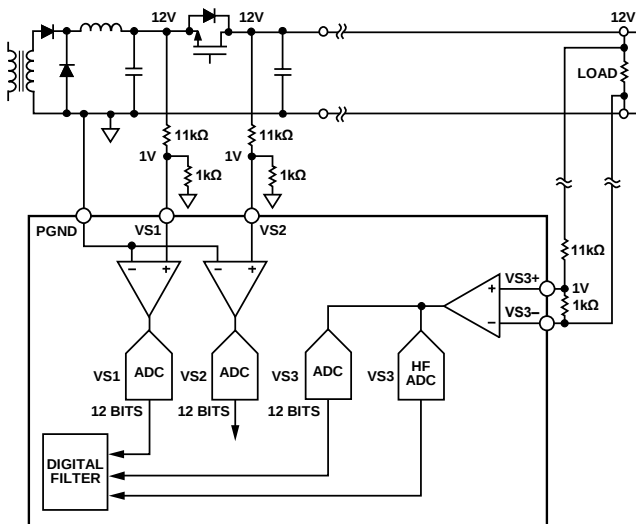

図 17. 電圧検出構成
VS1 は、LC 段の出力（OrFET の前段）で電源電圧のモニタリングと保護に使用されます。電源レール上の VS1 検出ポイントには、VS1 ピンでの公称入力電圧を 1V にする外付けの抵抗分圧器が必要です（図 17 参照）。抵抗分圧器は、VS1 ADC の入力範囲が 0V~1.6V（12 ビット測定値）であるため必要です。この分圧信号は内部で低速 Σ-Δ ADC に入力されます。VS1 ADC の出力は
VS2 は VS1 と組み合わせて使い、OrFET ゲート駆動のターンオンを制御します。電源レール上の VS2 検出ポイントには、VS2 ピンでの公称同相信号を 1V にする外付けの抵抗分圧器が必要です (図 17 参照)。
VS3± は、リモート負荷電圧のモニタリングと保護に使用されます。VS3± は完全な差動入力であり、電源制御ループのメイン帰還検出ポイントです。電源レール上の VS3± 検出ポイントには、VS3± ピンでの公称同相信号を 1V にする外付けの抵抗分圧器が必要です (図 17 参照)。抵抗分圧器は、VS3 ADC の入力範囲が 0V~1.6V であるため必要です。この分圧信号は内部で高周波 (HF) ADC に入力されます。VS3 ADC の出力はデジタル・フィルタに入力され、10ms 毎にレジスタ 0x17 での更新も行われます。HF ADC はまた電源の高周波帰還ループにもなります。